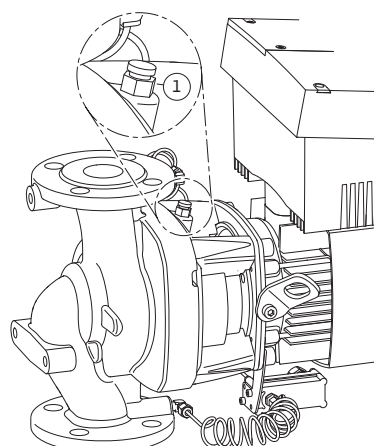

Fig. 51: Odvodušňovací ventil
6. Čerpadlo zbavte tlaku otvorením odvodušňovacieho ventilu (Fig. 51, pol. 1).